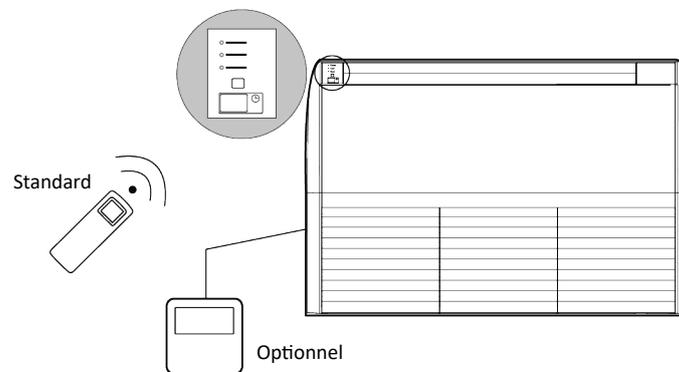

Fig. 5.4.2
- (1) L'unité intérieure et le contrôleur filaire sont tous deux équipés d'un récepteur de signal et peuvent être utilisés avec la télécommande. (Fig.5.4.2)